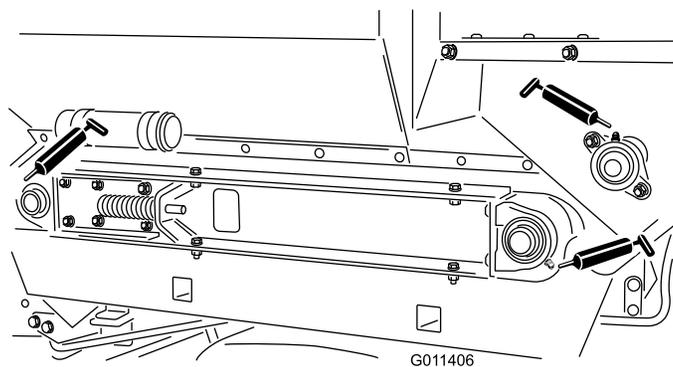

Figure 21
Emplacements (Figure 21) et nombre de graisseurs : Paliers d'axe de galet (4) et palier d'axe de brosse (1).